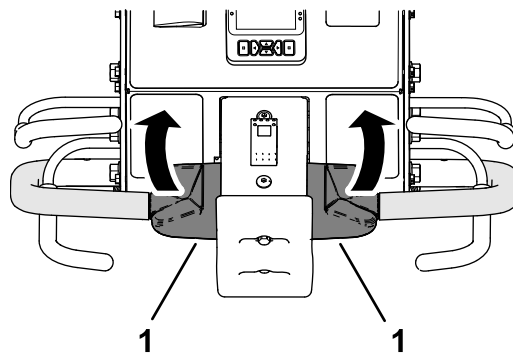

図 38
3. オペレータベイルとエアレーションベイルを握った状態で、走行コントロールの上部を後方に回転させる図 38。